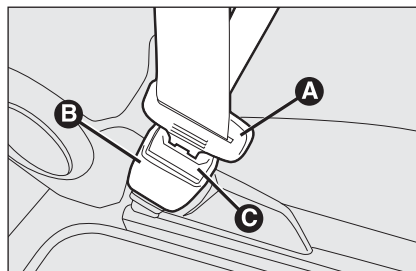

fig. 1
Pour boucler les ceintures, saisir l'agrafe d'accrochage **A**-fig. 1 et l'engager dans le siège de la boucle **B**, jusqu'à percevoir le dé clic de blocage.
*Ne pas appuyer sur le bouton C-fig. 1 pendant la marche.*